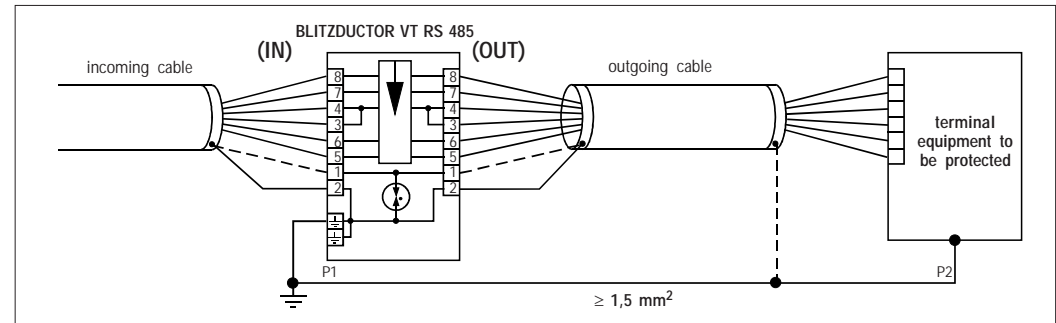

Figure 1b
Der BLITZDUCTOR® VT RS485 bietet die Möglichkeit der direkten oder indirekten Schirmerdung (Erdung über Gasableiter). Wenn es der Betrieb einer Anlage erlaubt, ist die direkte Schirmerdung zu wählen. Dabei wird der Schirm der ankommenden Verbindungsleitung an Klemme 2 (IN) und der Schirm der abgehenden Verbindungsleitung an Klemme 2 (OUT) angeschlossen. Die indirekte Schirmerdung erfolgt über einen im Schutzgerät integrierten Gasableiter. Dabei wird der Schirm der ankommenden Verbindungsleitung an Klemme 1 (IN) und der Schirm der abgehenden Verbindungsleitung an Klemme 1 (OUT) angeschlossen (Bild 1b).
Shields on the BLITZDUCTOR® VTRS485 can be grounded directly or indirectly (via GDT). If provided by the installation, the shield should be grounded directly. In this case, the shield of the incoming connection line is connected to terminal 2 (OUT). When the shield is grounded indirectly, the BLITZDUCTOR® VT/... is fitted with a gas discharge tube (GDT). In this case, the shield of the incoming connection line is connected to terminal 1 (IN) and the shield of the outgoing connection line is connected to terminal 1 (OUT) (Fig. 1b).